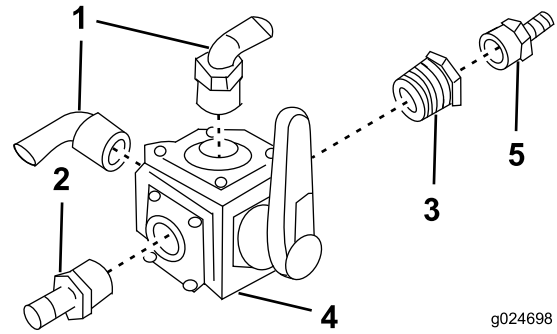

Bild 21
Hinweis: Die Ausrichtung der Anschlussstücke ist wichtig. Positionieren Sie die Anschlussstücke, wie in Bild 21 abgebildet.
2. Stecken Sie 4 Schrauben und 4 Scheiben in die Aussparungen des Vierwegeventils (Abbildung 21).
1. Wenn keine gezahnten Anschlussstücke am Vierwegeventil angebracht sind, montieren Sie diese, wie in Bild 21 abgebildet.